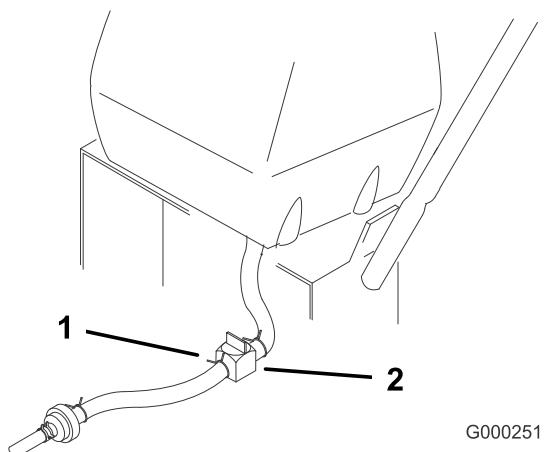

Figura 36
2. Cierre la válvula de cierre de combustible del depósito de combustible (Figura 36).
3. Apriete los extremos de la abrazadera y deslícela por el tubo alejándola del filtro (Figura 36).
4. Retire el tubo de combustible del filtro (Figura 36). Abra la válvula de cierre del combustible y deje que la gasolina se drene en un recipiente.
- Cierre la válvula de cierre de combustible del depósito de combustible (Figura 36).
- Abra la válvula de cierre de combustible del depósito de combustible (Figura 36).